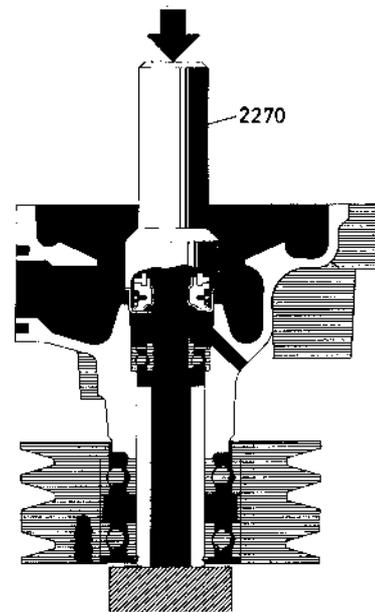

Fig. 93. Remontage de la bague d'étanchéité
6. Poser la bague déflectrice avec bride tournée du côté opposé au roulement et remonter la bague d'étanchéité avec le mandrin 2270 (fig. 93). Remarque : la bague de charbon et la bague céramique qui font partie de la bague d'étanchéité ne doivent pas être en contact avec de la graisse ou touchées directement avec les doigts.